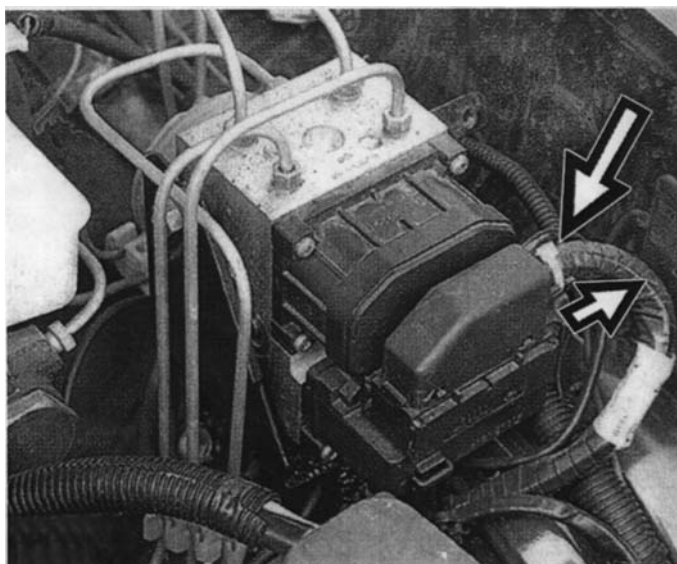

Рис. 7.15. Отсоединение колодки проводов жгута АБС от штекерного разъема электронного блока управления гидроагрегата
- выдвинуть фиксатор до упора и отсоединить колодку проводов жгута АБС от штекерного разъема электронного блока управления гидроагрегата (рис. 7.15);